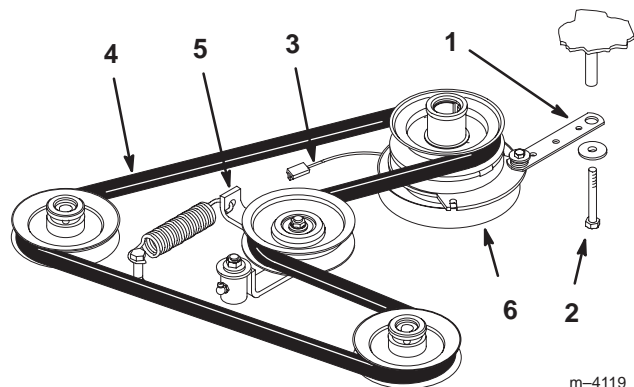

Figure 72
2. Enlevez le boulon de la barrette de l'embrayage et débranchez le fil électrique de l'embrayage (Fig. 72).
3. Écartez la poulie rappelée par ressort. Déposez la courroie de transmission des poulies du moteur et de la pompe hydraulique (Fig. 72).
4. Installez la courroie neuve sur les poulies du moteur et de la pompe hydraulique (Fig. 72).
5. Écartez la poulie rappelée par ressort, alignez la courroie, puis relâchez-la (Fig. 72).